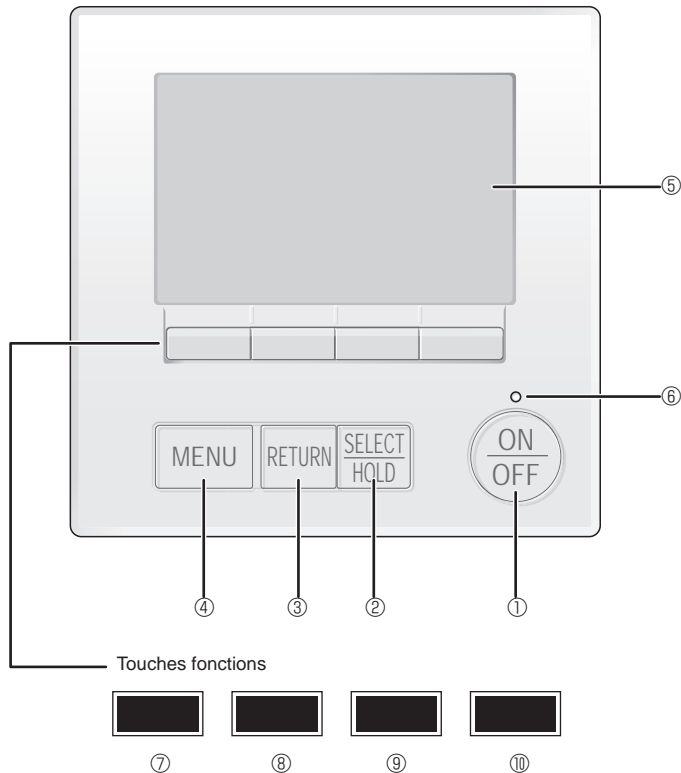

Fig. 7-2
7.3.1. À l'aide de la télécommande filaire MA (Fig. 7-2)
① Touche [ON/OFF]